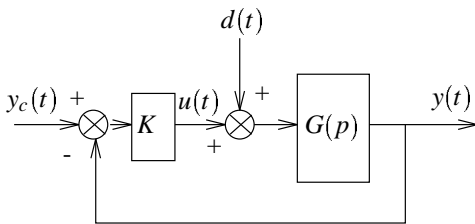

Figure 2: Régulation analogique
2. On considère la régulation de type proportionnel (gain $K > 0$), schématisée sur la figure 2, où $d(t)$ représente une perturbation additive à la grandeur de commande $u(t)$. Etudier la stabilité de ce système en fonction de K .